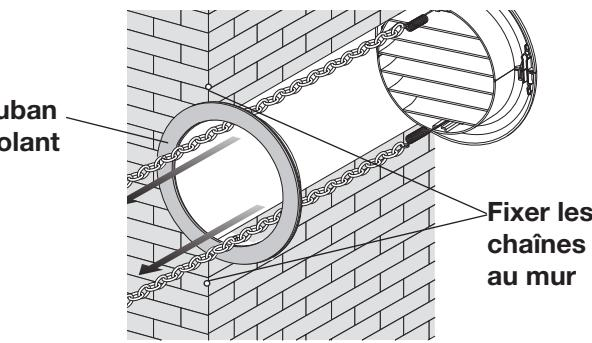

Fig. 7
- Appliquer le ruban isolant adhésif (Fig.7) sur les languettes du tuyau au mur. (Fig. 5)